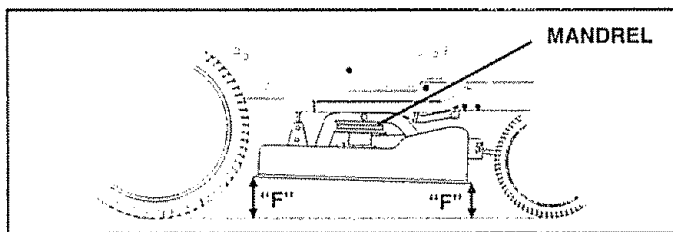

FIG. 23
**FRONT-TO-BACK ADJUSTMENT** (See Figs. 23 and 24) - **IMPORTANT:** DECK MUST BE LEVEL SIDE-TO-SIDE. IF THE FOLLOWING FRONT-TO-BACK ADJUSTMENT IS NECESSARY, BE SURE TO ADJUST BOTH FRONT LINKS EQUALLY SO MOWER WILL STAY LEVEL SIDE-TO-SIDE.